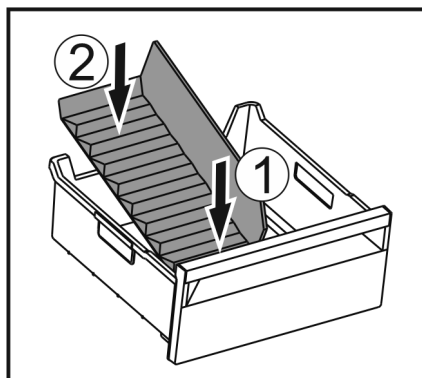

Fig. 127
- Sæt den forreste del af frostrumsadskilleren i. Fig. 127 (1)
- Sæt den bageste del af frostrumsadskilleren ned i skuffebunden. Fig. 127 (2)